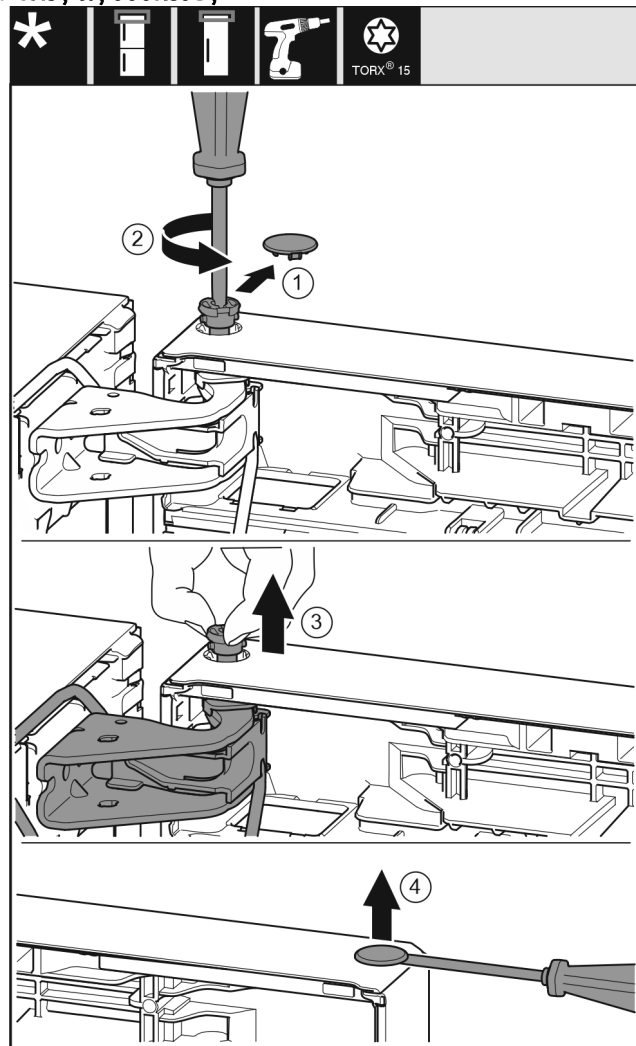

Fig. 22
- ▶ Τραβήξτε προσεκτικά το κάλυμμα ασφάλισης. Fig. 22 (1)
- ▶ Ξεβιδώστε λίγο τον πείρο με κατσαβίδι T15. Fig. 22 (2)
- ▶ Συγκρατήστε την πόρτα και τραβήξτε έξω τον πείρο με τα δάκτυλα. Fig. 22 (3)
- ▶ Ανασηκώστε προσεκτικά και τραβήξτε έξω την τάπα από το κουζινέτο της πόρτας με ένα ίσιο κατσαβίδι. Fig. 22 (4)